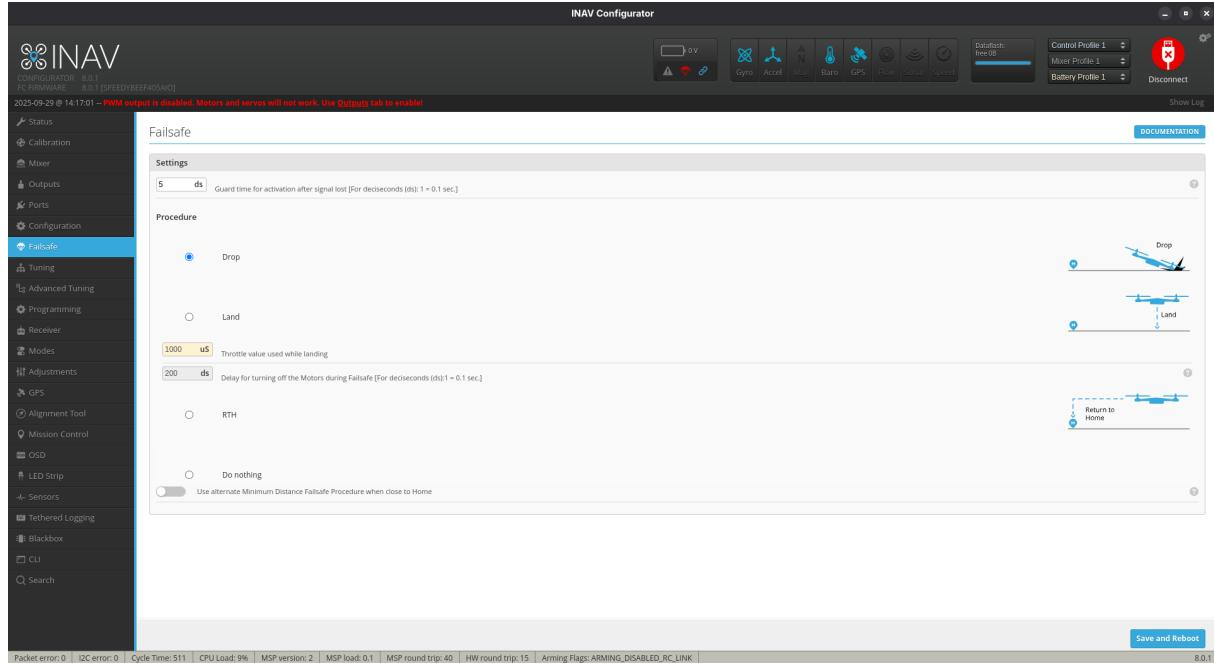

Figure 2.16: INAV Failsafe Tab
7. The *Failsafe tab* (Figure 2.16) is very important, as it defines the behavior should the remote control signal be lost. Here, you should ensure that either *Drop*, *Land*, or *Return-to-Home (RTH)* are configured so that the drone does not continue to fly uncontrollably.
7. Der *Failsafe-Tab* (Abbildung 2.16) ist sehr wichtig, da in diesem das Verhalten definiert ist, sollte das Fernsteuerungssignal abreißen. Hier sollte sichergestellt werden, dass entweder *textslDrop*, *Land* oder *Return-to-Home (RTH)* konfiguriert sind, damit die Drohne nicht unkontrolliert weiterfliegt.